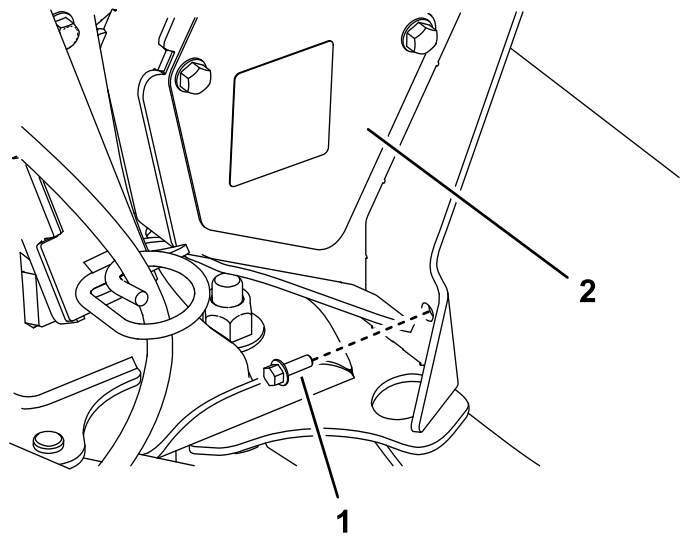
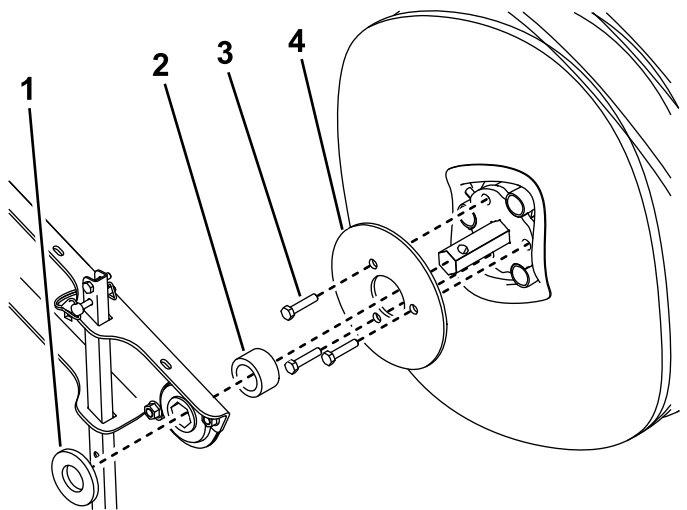

**Figura 22**
**Figura 23**
5. Retire los 2 pernos ( $\frac{1}{4}$ " x  $\frac{3}{4}$ " de los lados derecho e izquierdo de la barredora (Figura 22).
6. Retire un perno trasero de ambos lados del conjunto de transmisión y retire el capó (Figura 23).
7. Retire los 4 pernos de cuello cuadrado ( $\frac{3}{8}$ " x 1"), las 4 tuercas ( $\frac{3}{8}$ ") y el pasador de seguridad de los lados izquierdo y derecho de la barredora para separar la barredora del conjunto (Figura 22).
18. Instale el pasador de seguridad (Figura 22).
20. Instale el capó con 2 pernos ( $\frac{1}{4}'' \times \frac{3}{4}''$ ) de la parte trasera de la barredora (Figura 23) y 2 pernos de cada lado de la barredora (Figura 22). Apriete los pernos a 11 N·m (100 pulgadas-libra).